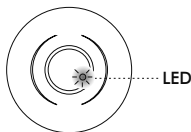

FIG.21
- La LED rouge du KDP1 360FP BK est situé derrière la lentille (voir FIG.21) pour toute indication sur le mode de test. Dans le test de marche, la LED va s'allumer pendant 2sec une fois que le détecteur est déclenché.